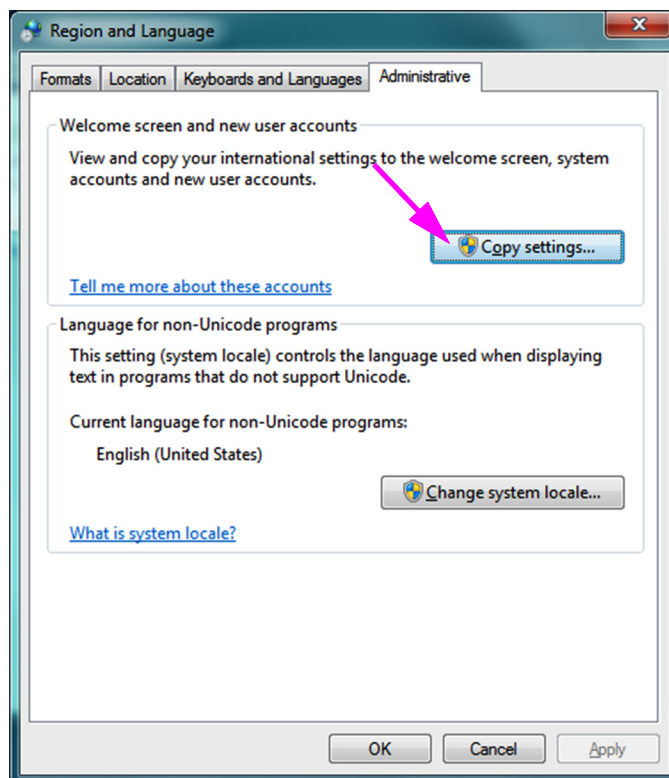

Figura C-16. Pantalla Region and Language (Configuración regional y de idioma) - ficha Administrative (Administrativo)
6. Haga clic en la ficha **Administrative (Administrativo)**. Aparece la ficha Administrative (Administrativo) (consulte la Figura C-16).